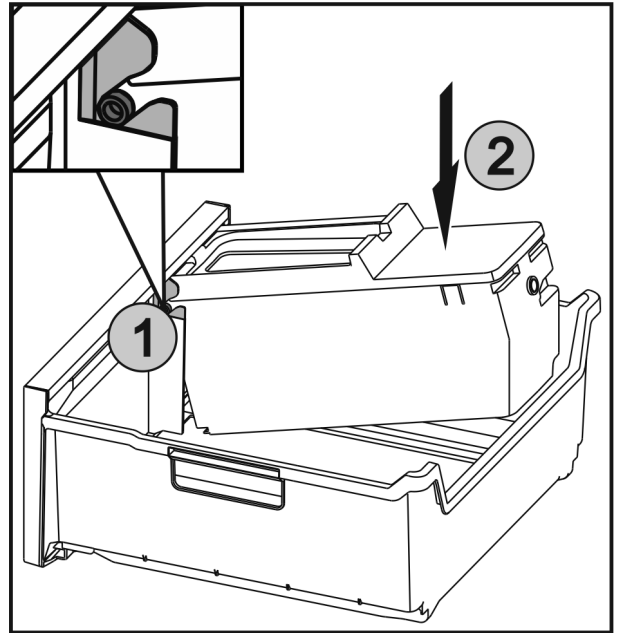

Fig. 42
- ▶ Вставити осі Fig. 42 (1) на EasyTwist-Ice у напрямні та натискати на задню сторону Fig. 42 (2) до фіксації накладки.